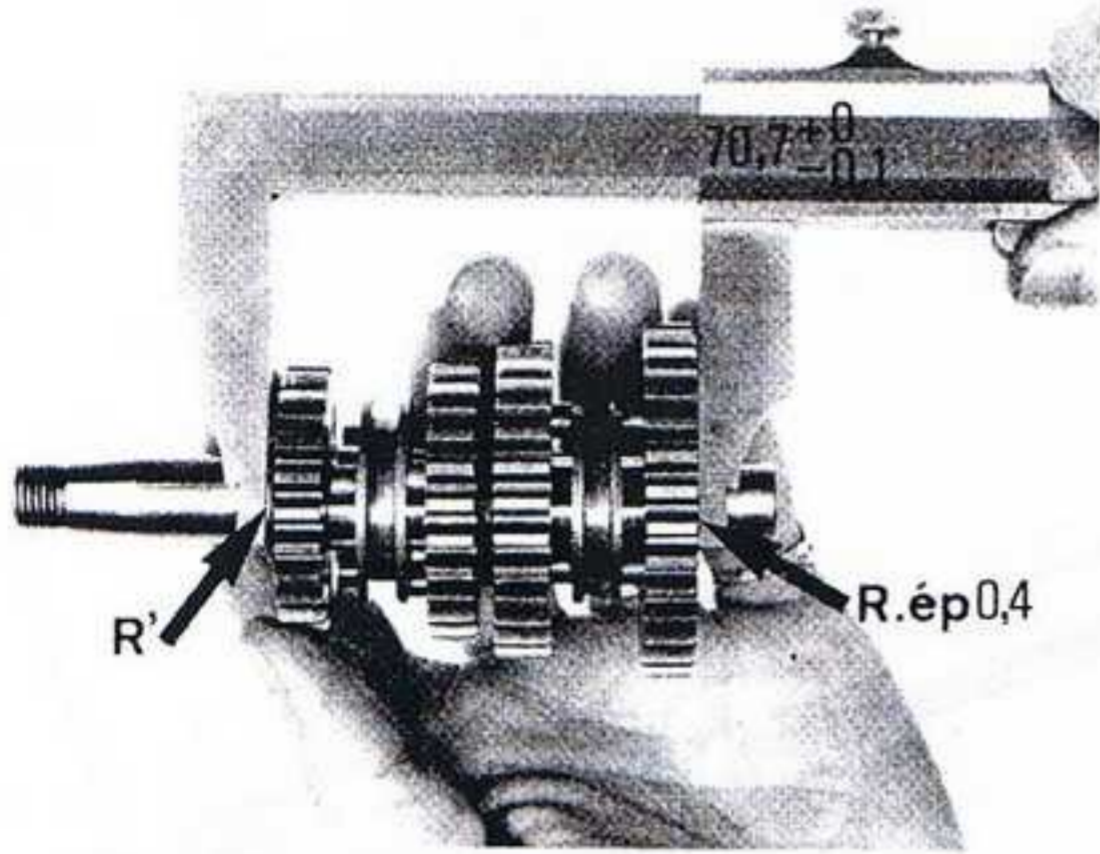

fig. 34
Sous le pignon de lère, placer obligatoirement une rondelle (R) 13,2x18,5 d'épaisseur 0,4 sur le circlips maintenant le pignon de 4ème, puis une rondelle (R') 15,2x25 dont l'épaisseur sera à déterminer afin d'obtenir la cote de $70,7^{+0}_{-0,1}$ comme indiqué fig. 34.